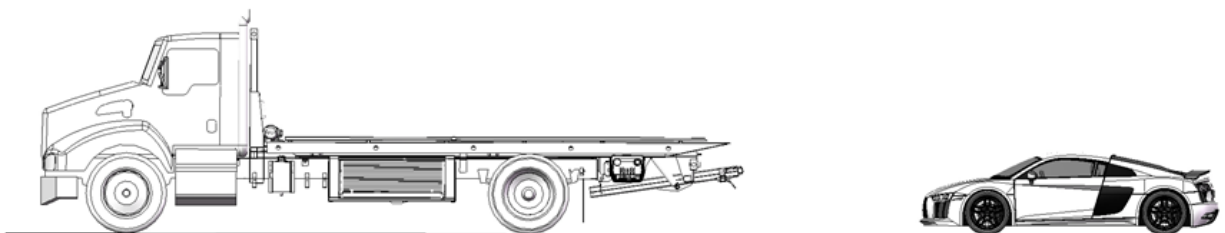

FIGURE 29 – DISTANCE DE PRÉPARATION : DE 10 À 15 PIEDS
2. Placez votre camion devant le véhicule à transporter et mettez-le en marche arrière. Reculez en laissant une distance de 10 à 15 pieds entre les deux véhicules, comme le montre la Figure 29.